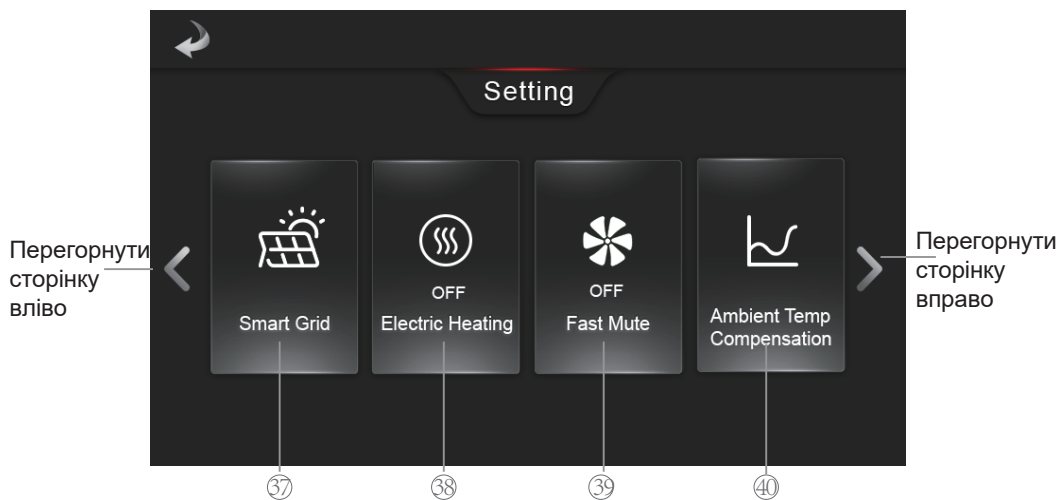
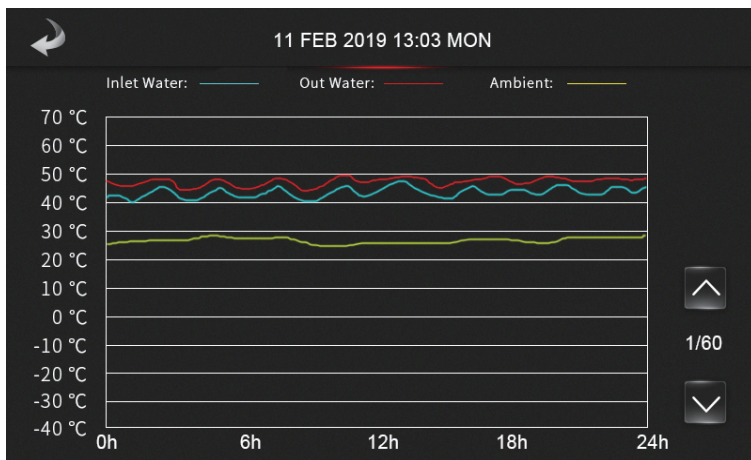

Рис. 10 Інтерфейс налаштувань
Рис.27 Криві температури
В інтерфейсі налаштувань (рис. 10), натискаючи кнопку (37), перейдіть до інтерфейсу налаштувань готовності до роботи з інтелектуальною мережею (SG Ready).
В інтерфейсі налаштувань (рис. 10), коли внизу (39) відображається «OFF Fast Mute» та , натисніть цю кнопку (39), щоб увімкнути функцію швидкого вимкнення звуку, і вона відображається як «ON Fast Mute» та ; коли режим швидкого вимкнення звуку увімкнено, натисніть цю кнопку ще раз, щоб вимкнути його. Швидке вимкнення звуку доступне лише тоді, коли ця функція увімкнена, або функцію швидкого вимкнення звуку неможливо налаштувати.
В інтерфейсі налаштувань (рис. 10) натисніть кнопку компенсації температури навколишнього середовища (40), щоб перейти до інтерфейсу компенсації погодних умов. Натисніть кнопку «Slope» (46) та кнопку «Offset» (47), щоб налаштувати параметри.
В інтерфейсі налаштувань (рис. 10) натисніть кнопку «Temp Curve» (40), щоб переглянути інтерфейс кривої температури входу/виходу/навколишнього середовища (рис. 27).